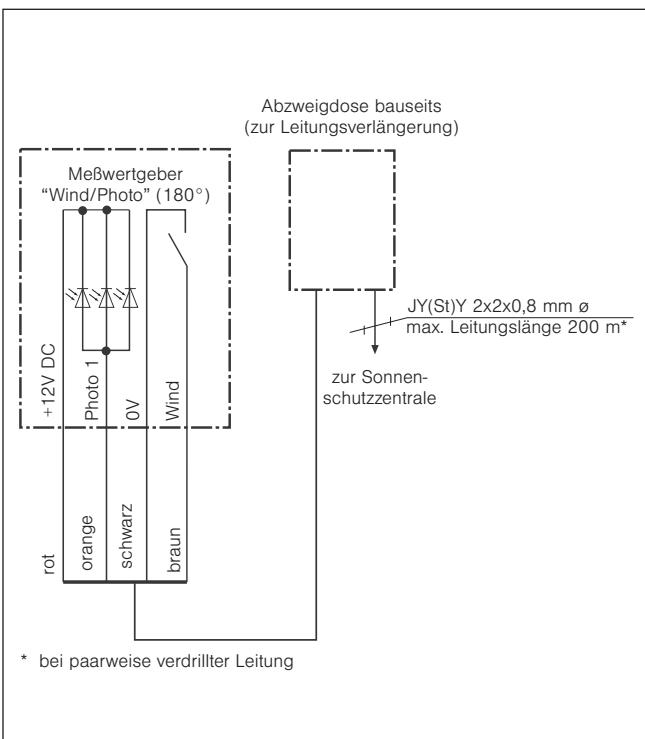

Abb. 2 Anschlussplan
- Der elektrische Anschluss erfolgt nach Abb. 2.